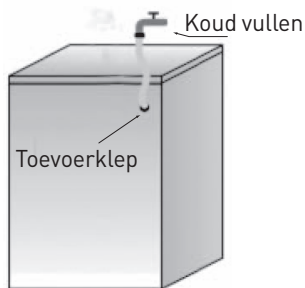

Fig.1
1. Bevestig de toevoerslang aan de koudwaterkraan en aan de toevoerklep aan de achterkant van de machine zoals weergegeven in (Afb.1).